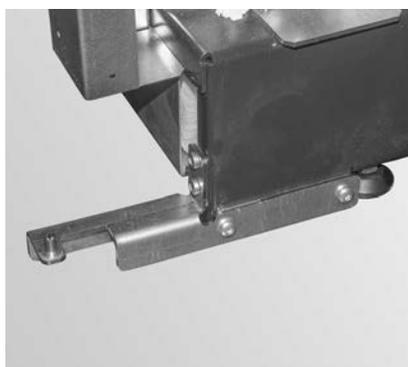

Fig. 57 Avvitare la cerniera della porta in basso
- Avvitare la cerniera della porta in basso con 4 viti autofilettanti TT M5 x 10 – Fig. 57.